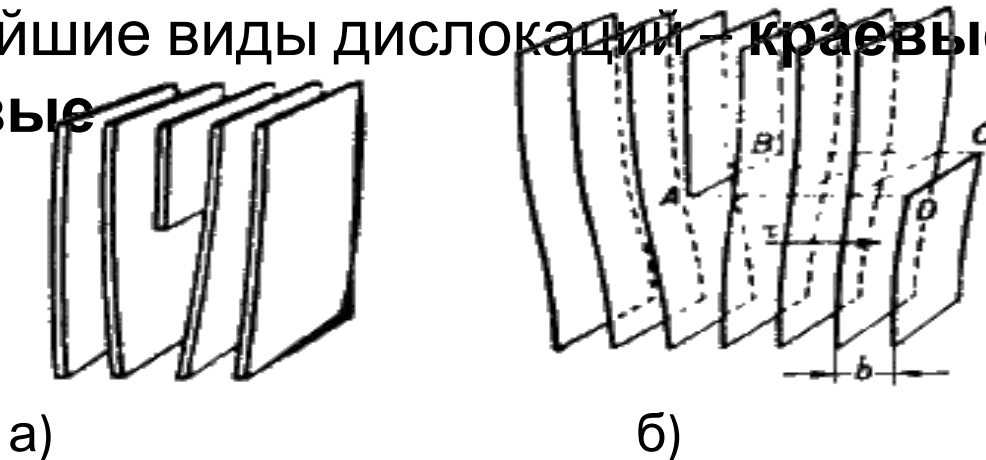

Рис.2.2 Краевая дислокация (а) и механизм ее образования (б)
- Представляет собой линию, вдоль которой обрывается внутри кристалла край “лишней” полуплоскости (рис. 2.2)
- Дислокации образуются путем сдвигового механизма. Сдвигается нижняя часть (ABCD), рис.2.2. относительно верхней на один период решетки в направлении, перпендикулярном АВ, а затем вновь атомы сближаются на краях разреза внизу.